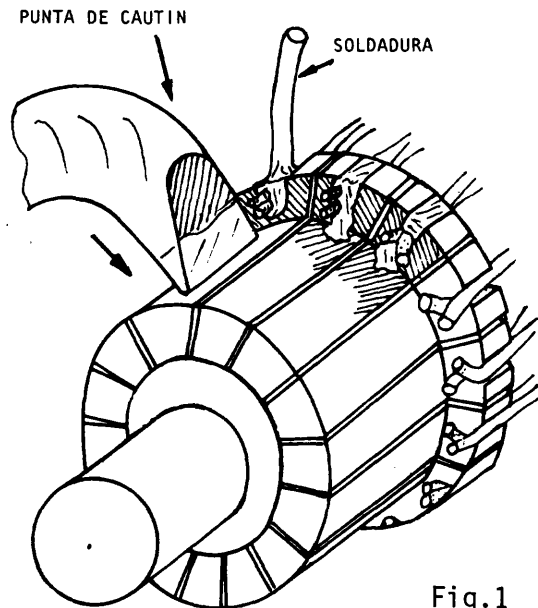

Fig.1
- d Rellene con soldadura todo el calado, hasta que sobresalga un poco de la superficie de la cabeza de la delga (fig.1).